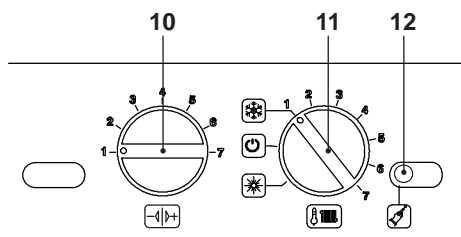

Figura 5.9
daia posizionare la manopola 11 come indicato in Figura 5.9.
- Per settare il funzionamento della modalità Antilegionella, bisogna entrare in programmazione tenendo premuto per 15 secondi il pulsante di ripristino 12 in Figura 5.9 sino alla comparsa del parametro **P01** sul display LCD; sul display LCD compare la seguente visualizzazione (alla sequenza **P01** si alterna -- -- --).
- Premere il pulsante di ripristino 12 in Figura 5.9 per lo scorrimento dei vari parametri sino al raggiungimento del parametro **P17** valido per il settaggio della funzione Antilegionella; sul display LCD compare la seguente visualizzazione (alla sequenza **P17** si alterna **01**).